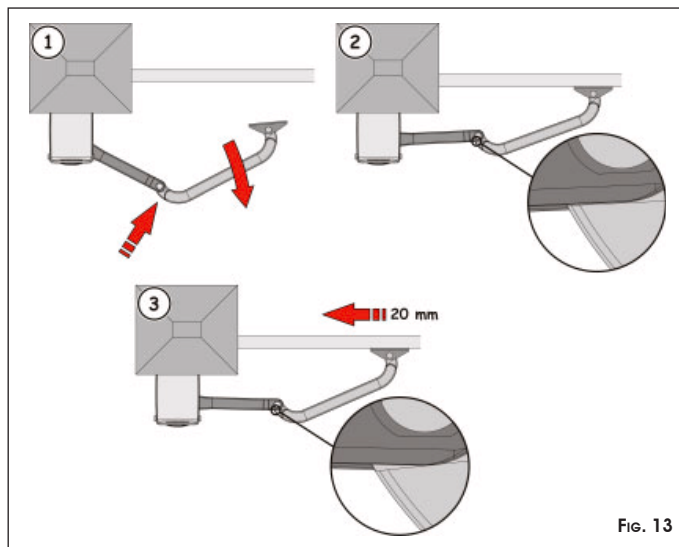

Fig. 13
⑧ Aligner les bras qu'on vient d'assembler en les poussant vers la zone centrale jusqu'à leur arrêt, voir Fig.13 réf. ①.
⑨ Poser la patte antérieure contre le vantail, Fig.13 réf. ②.
⑩ Faire reculer d'environ 20 mm la patte antérieure et marquer les trous de fixation, Fig.13 réf. ③.
⑪ Fixer la patte dans la position déterminée en utilisant deux vis M8.
⑫ Actionner manuellement le vantail et vérifier que lorsqu'il est en position de fermeture, les deux bras ne se heurtent pas, d'après la Fig.13 réf. ②.
⑬ Ramener l'opérateur dans la position de fonctionnement, voir paragraphe 7.